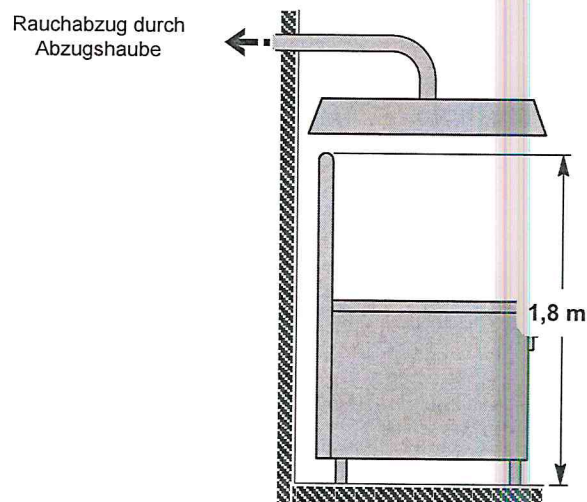

Abb. 2 - Gerätetyp A mit Abzugshaube
- sollte sich der Endteil der Geräteabzugsleitung im Falle der Installation unter einer Haube etwa 1,8 m zu der Oberfläche der Stütze des Gerätes befinden und die Mündung der Abzugsleitung der Verbrennungsprodukte sollte an das Perimeter der Haubenbasis angebracht sein (**siehe Abb. 2**).